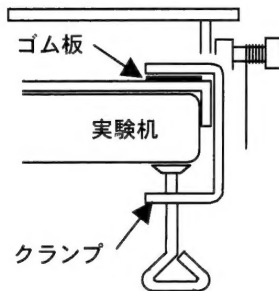

図3：クランプのしかた
- 1) 実験機の天板にクランプで固定します。(図3参照)天板厚は25～55mmに対応します。